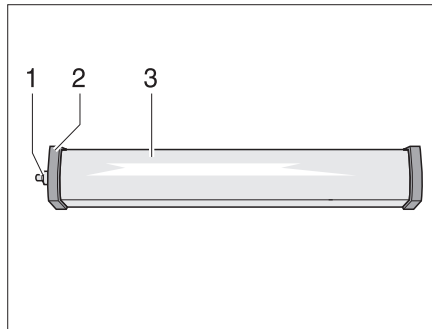

Bild 296 Raumleuchte
- Kappe (Bild 296,1) abschrauben.
- Deckel (Bild 296,2) abnehmen.
- Leuchtenabdeckung (Bild 296,3) leicht zusammendrücken und abnehmen.